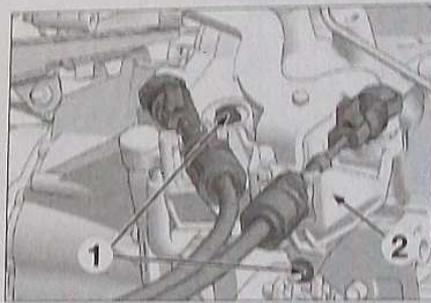

FIG. 46
- Déposer les fixations (1) du support de commande des vitesses (2) (Fig.46) et l'écartier.